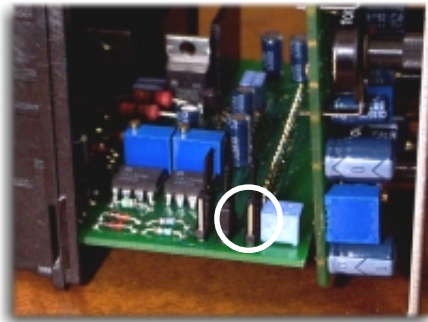

Fig. 2
3. Une fois trouvée la connexion **mise en évidence** (fig 2), renverser la position selon le schéma à la page 5.